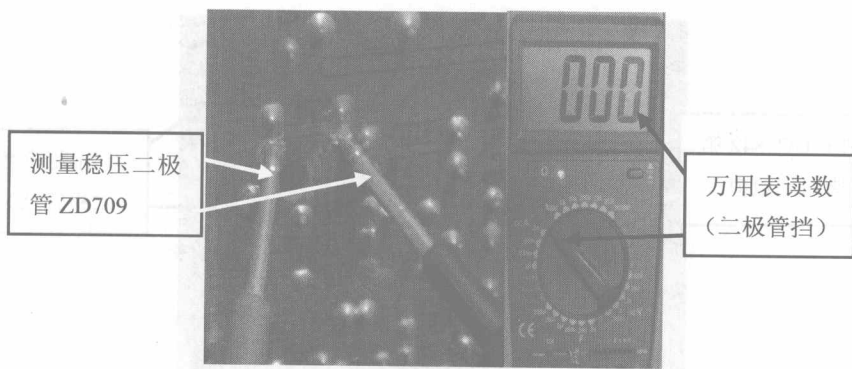

图 1-13
⑧ 再次用万用表的二极管挡检测开关管电源控制芯片 UC3842 第 6 脚的外围电路, 检测外围的稳压二极管 ZD709, 测得其数值为 0, 说明二极管 ZD709 内部击穿短路, 如图 1-13 所示。